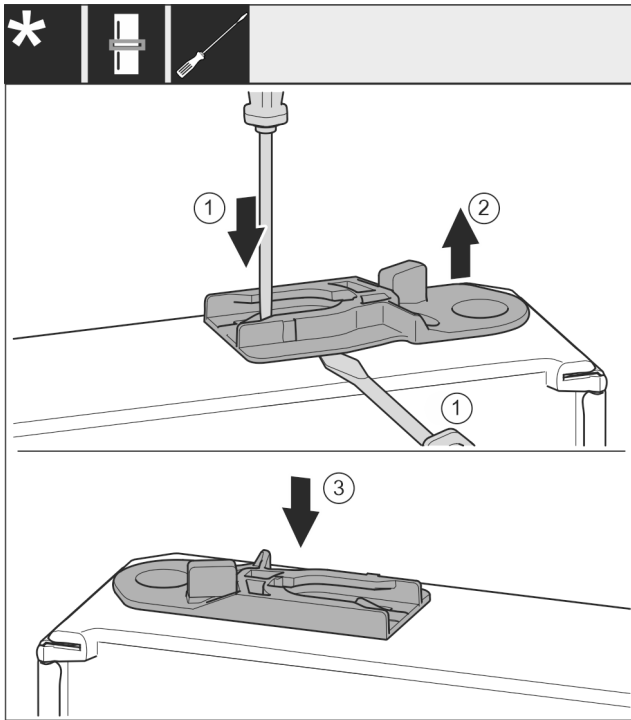

Fig. 52 *
- Húzza ki a vezetőhüvelyt: Nyomja a fedőlemezt Fig. 52 (1) lapos csavarhúzóval, és közben nyúljon lapos csavarhúzóval a vezetőhüvely Fig. 52 (2) alá.*
- Tolja be a kiszállított csomagban található vezetőhüvelyt Fig. 52 (3) a ház másik oldalára.*